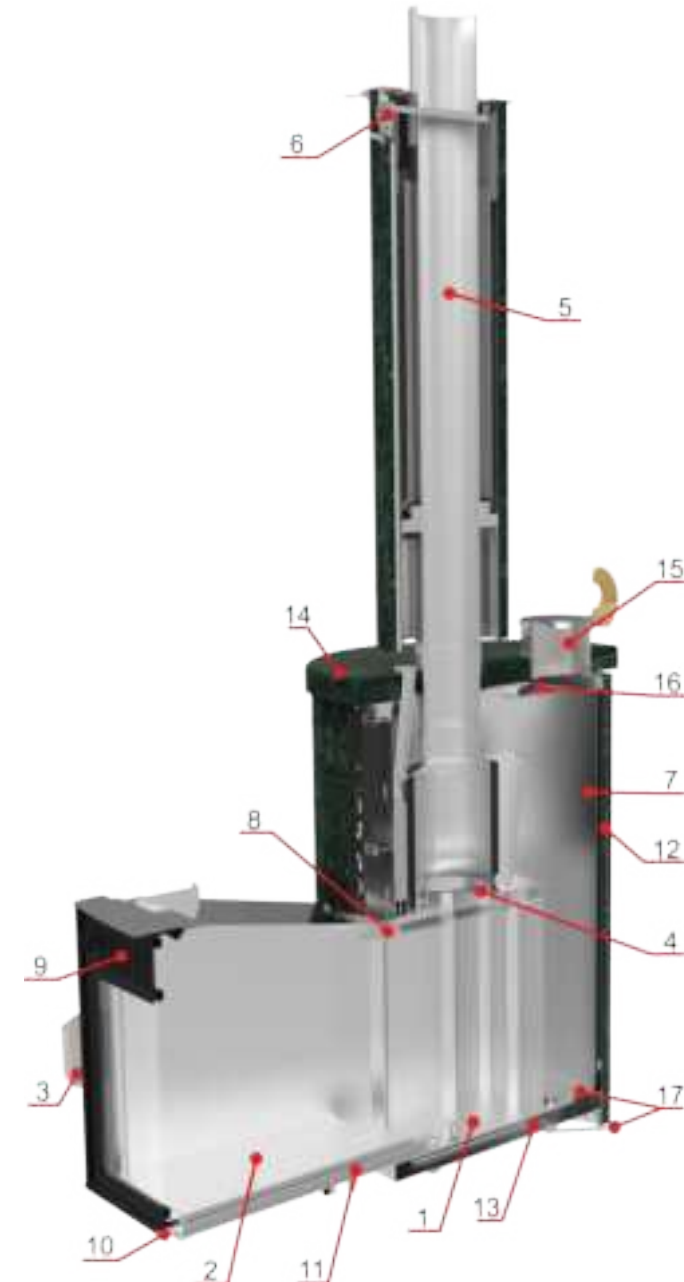

Рисунок 5.1. Принципиальная схемы.
5.1. Печь для русской бани (рис. 5.1) включает следующие основные элементы: топка (1), тоннель (2), дверца (3), выходной патрубок (4), дымоотводящий канал (5) с шибером (6) и закрытая емкость (7) для камней. В топке (1) смонтирован дымовой зуб-завихритель пламени (8). Основной воздухозаборник (9) с регулируемой заслонкой расположен в верхней части дверцы (3), над экраном, выполненном из прозрачной керамики (стеклокерамика). Нижний воздухозаборник (10) с регулируемой заслонкой установлен внизу тоннеля (2). Там же смонтирован воздушный канал (11). Топка (1) и каменка (7) имеют общий защитный декоративный кожух (12), состоящую из ламелей и каменной столешницы. Подача воздуха в зону горения и регулирование интенсивности горения осуществляются через основной (9) и дополнительный (10) воздухозаборники. Шибер (6) предназначен для перекрытия дымового канала в неработающей печи. Во время монтажа печи подвижную часть тоннеля фиксируют в стене и герметизируют. Емкость (7) для камней выполнена в виде цилиндра, установленного на нижнее основание (14) топки (1). Крышка (14) – каменная столешница, состоит из двух симметричных частей для установки дымоотвода (5) и воронки (15). Опорная пластина с встроенным устройством распределения (16) служит для подачи и равномерного распределения воды на камни. С внешней стороны цилиндр (7) имеет две консольных обечайки (вверху и внизу) для монтажа облицовки (12) (ламелей). Ламели – это каменные полосы сечением 20x40 мм в металлическом бандаже имеют специальные кронштейны для монтажа на емкость (7) предназначенную под закладку камней. В нижней части емкости для камней выполнено вентиляционное отверстие (17) с регулируемой заслонкой. Воронку (15) устанавливают в посадочное место на крышке (14).